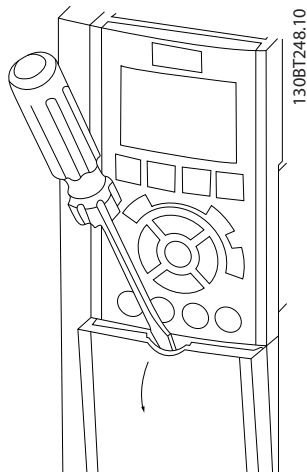
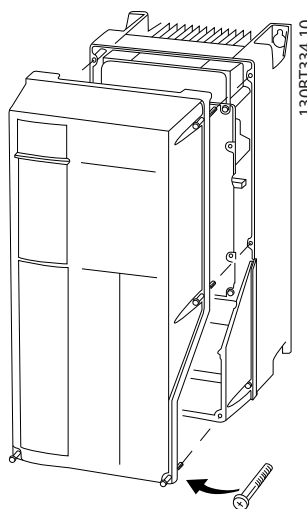

Рисунок 4.4 Доступ к проводке в корпусах IP20 и IP21
Рисунок 4.5 Доступ к проводке в корпусах IP55 и IP66
1. Снимите крышку с помощью отвертки (см. Рисунок 4.4) или ослабив крепежные винты (см. Рисунок 4.5).